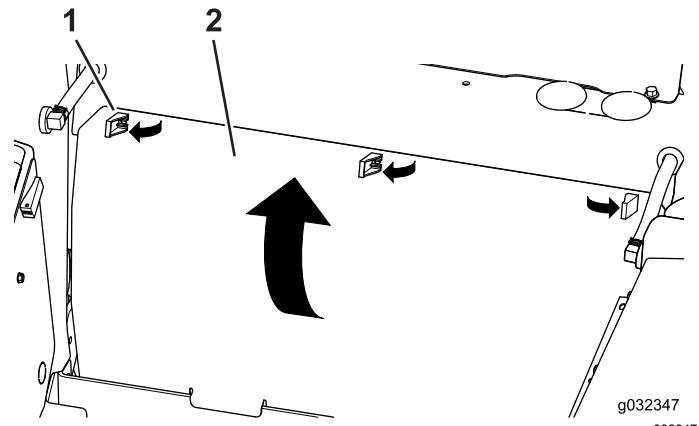

Рисунок 3
- Отсоедините три натяжных защелки и снимите заднюю панель (Рисунок 3).